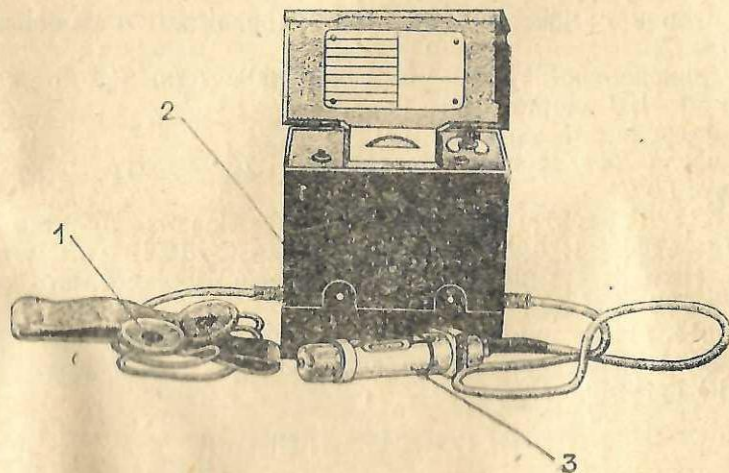

Рис. 3. Прибор в футляре.
4.2. Футляр (рис. 3) изготовлен из искусственной кожи.
4.3. Телефон (1) (рис. 3) типа ТГ-7М состоит из 2 ма-